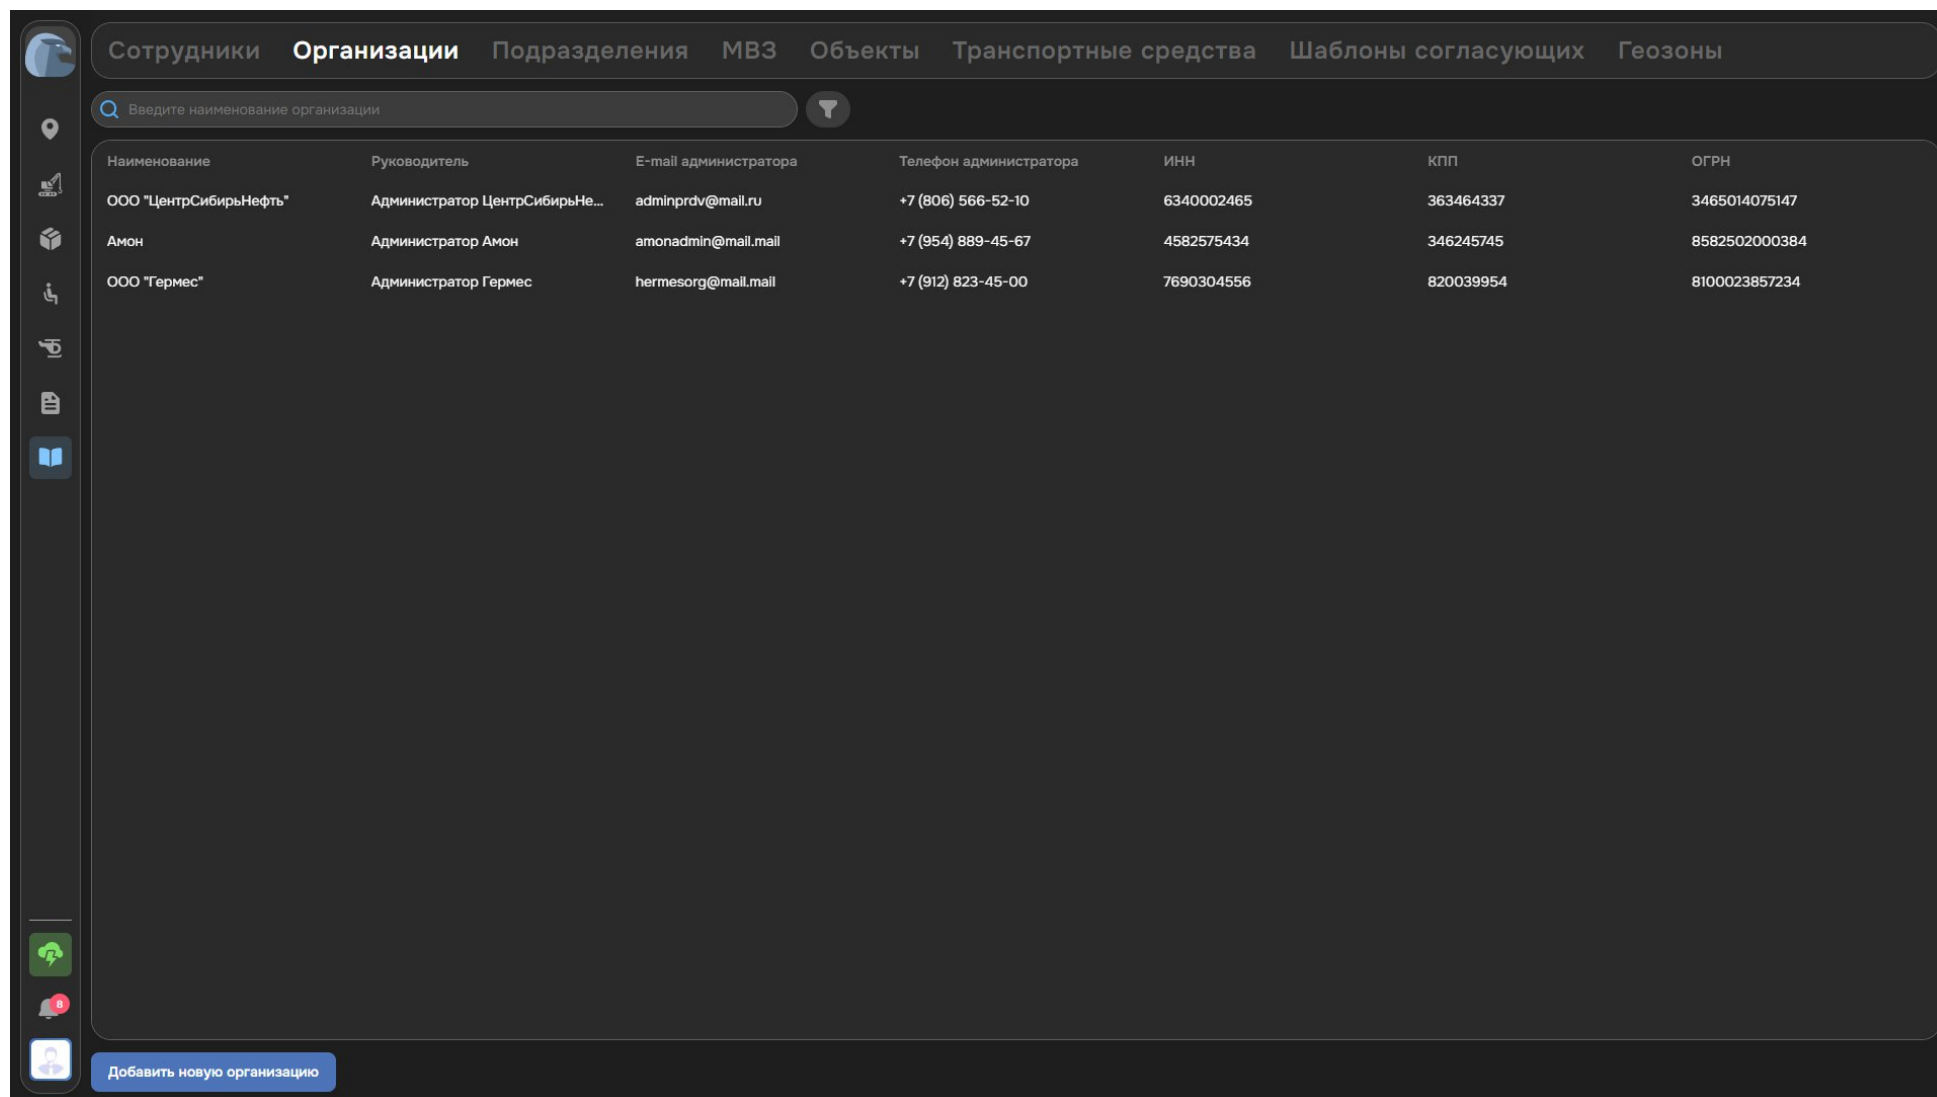

Рисунок 107. Справочник «Организации»
2. Откройте необходимый справочник (см. Рисунок 107).